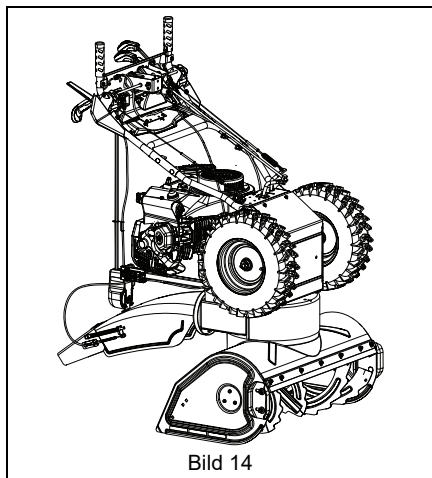

Bild 14
Se Bild 14.
- Placera maskinen i serviceläge (se Bild 14).